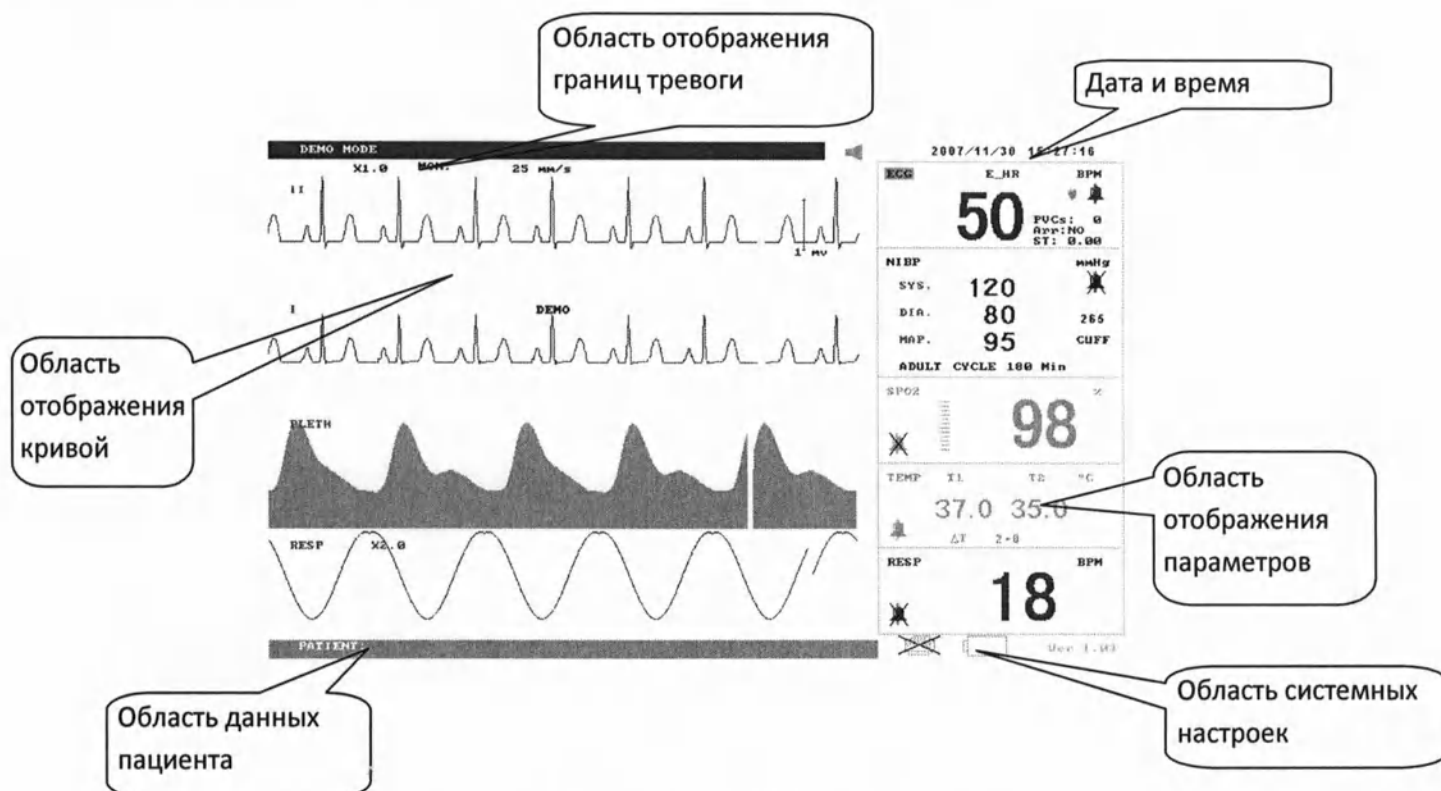

рис. 19. Стандартное отображение данных
16.4.2.1. Стандартный режим отображения данных (рис. 19).